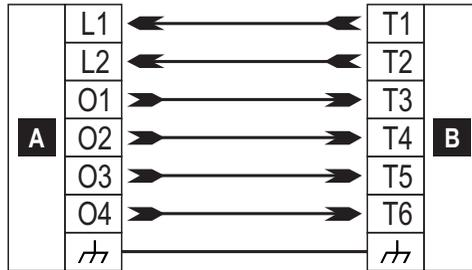

Abbildung 7 – Beispielhaftes Anschlussdiagramm zur Verwaltung der **Kyo320**-Alarmzentrale mit der **ConnectAlarm**-App.
- **Kyo320:** Eingangs- und Ausgangsoptionen dienen der Verwaltung der **Kyo320**-Alarmzentrale. Die Alarmzentrale kann am Wählgerät angeschlossen sein, wie in Abbildung 7 dargestellt.